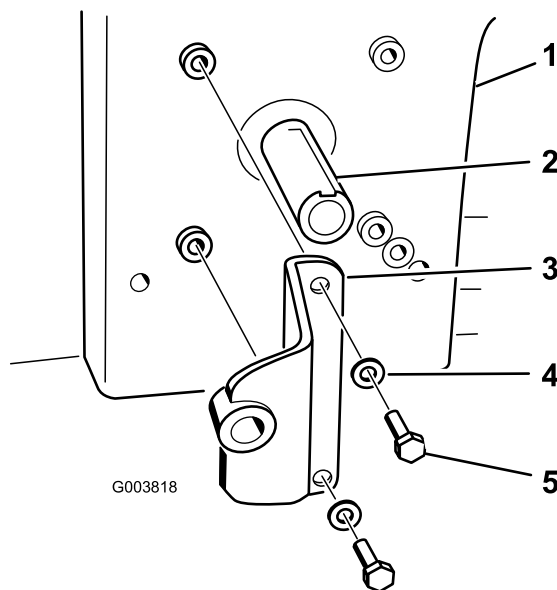

Figura 18
4. Instale o suporte da bomba no motor com 2 parafusos (5/16 x 3/4 pol.) e 2 anilhas (3/8 pol.). Consulte Figura 18 para a posição correcta para instalar o suporte da bomba.